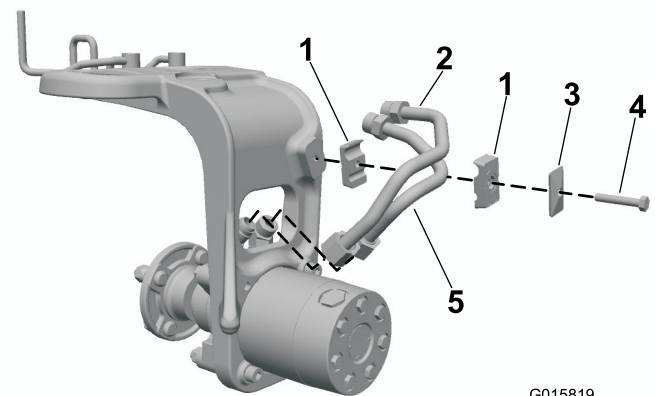

Bild 4
1. Montieren Sie die hydraulischen Stahlleitungen locker an den Radmotoranschlussstücken (Bild 4).
2. Montieren Sie die Schlauchklemme an der Laufradgabel. Richten Sie diese Baugruppe auf ordentliche Passung mit den hydraulischen Anschlussstücken und Schlauchklemmen aus (Bild 4).
3. Befestigen Sie die Schlauchklemmen mit einer Abdeckplatte und Schraube (5/16" x 1 3/4"), wie in Bild 4 dargestellt.